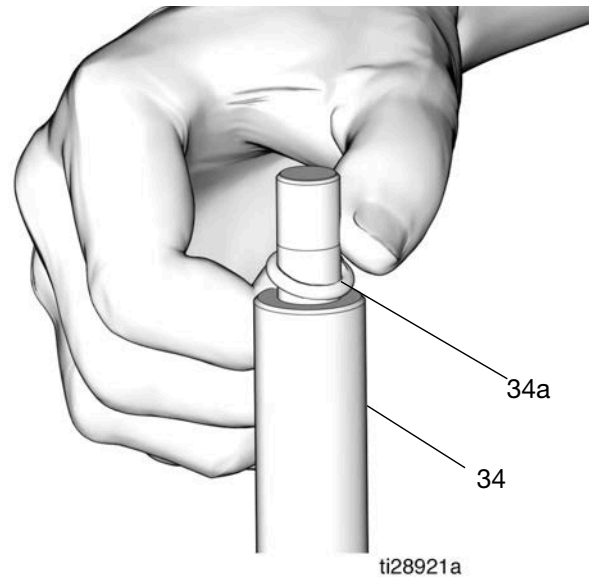

FIG. 24
- Utilice un palillo o similar para sacar la junta tórica (34a) del eje del pistón (34) (FIG. 24).